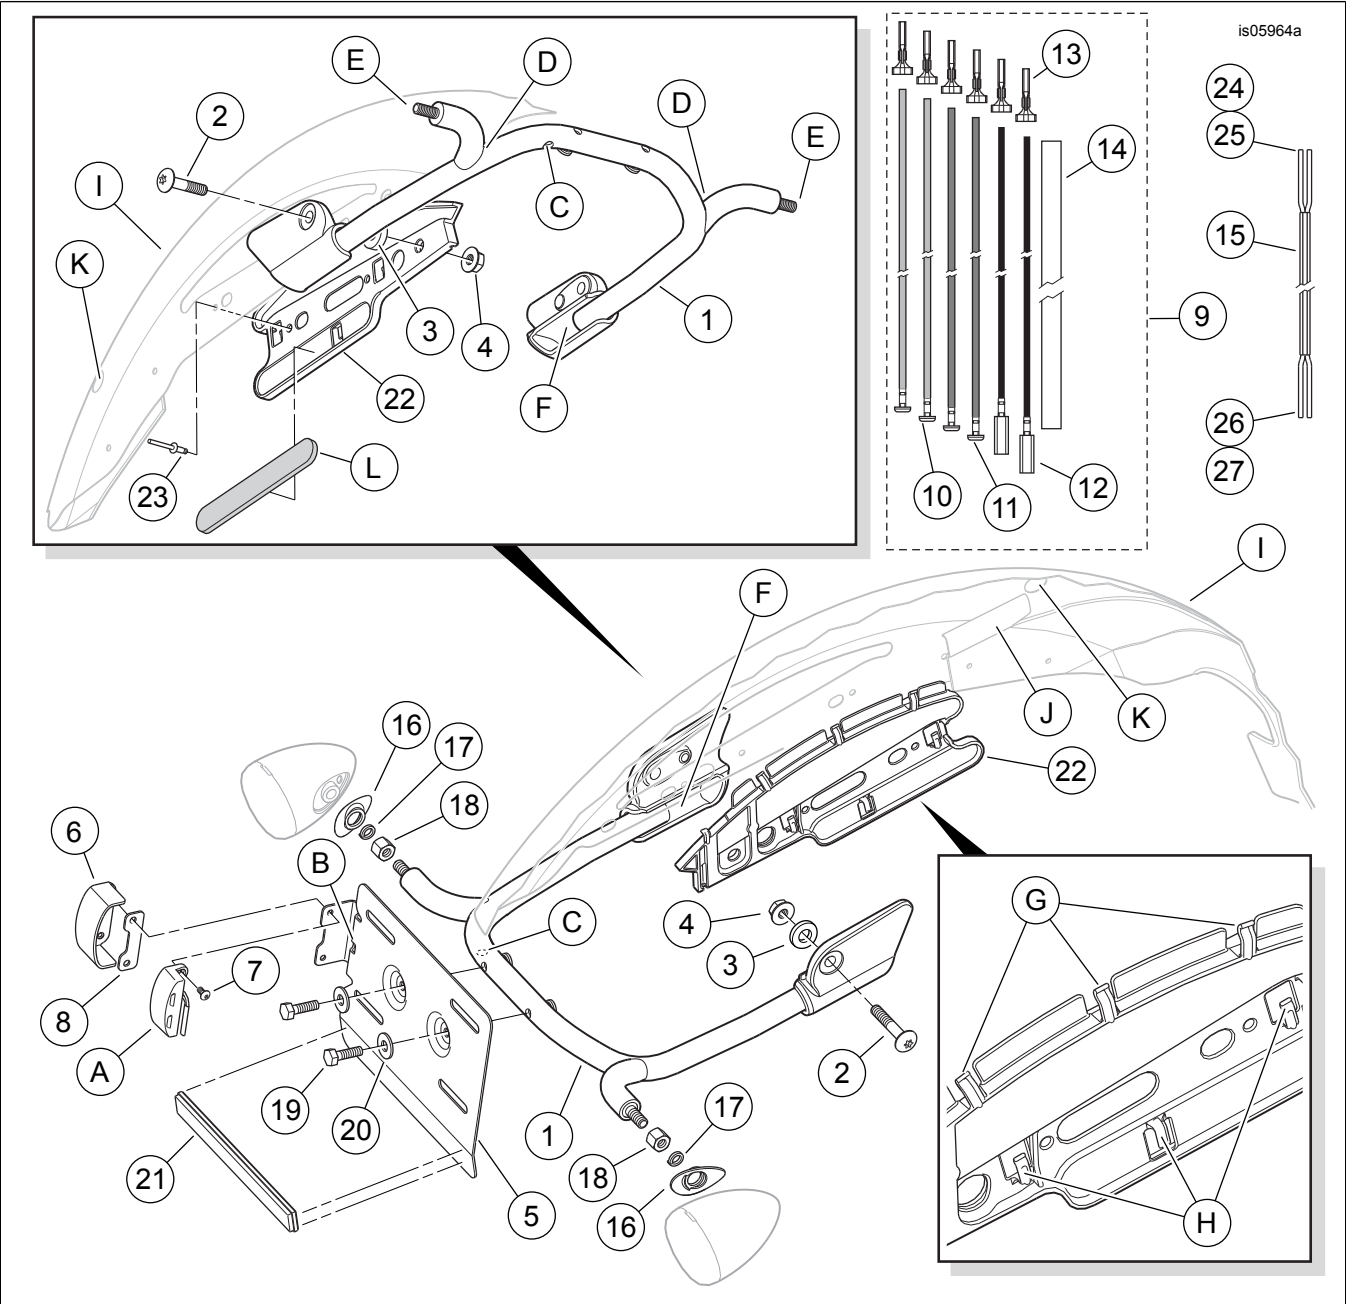

Figure 5. Pièces détachées, kit de repositionnement de plaque d'immatriculation et de feu arrière/de stop/de direction arrière XL
3. Voir Figure 5. Guider le fil et le conduit dans le trou (C) du tube d'ensemble soudé de repositionnement STT (1) et pousser les fils au-delà du joint en Y (D) sur le côté gauche du tube.
4. Prendre trois fils à terminaison **neufs** du kit, un noir (12), un violet (11) et un bleu (10).
5. Introduire l'**extrémité sans terminaison** d'un fil dans le goujon fileté gauche (E) sur l'ensemble soudé de repositionnement STT. Guider le fil dans le tube et pousser les fils au-delà du joint en Y.
7. Introduire l'**extrémité sans terminaison** du troisième fil dans le goujon fileté, en favorisant l'intérieur de la courbure. Guider tous les fils et le conduit dans le tube jusqu'à ce que l'extrémité du premier fil sorte par l'ouverture avant gauche (F) du tube. Continuer à tirer et à pousser les fils jusqu'à ce que toutes les extrémités isolées soient exposées.
8. Tirer le conduit de fils d'éclairage de plaque d'immatriculation dans le tube jusqu'à ce qu'il soit tendu au niveau du support de plaque d'immatriculation. Le relâcher légèrement pour réduire la tension des fils. Utiliser un serre-câbles (non fourni) pour attacher le conduit de fils d'éclairage de plaque d'immatriculation à l'ensemble soudé de repositionnement STT près du trou (C).
14. Insérer les fils du goujon fileté de gauche sur l'ensemble soudé de repositionnement STT par le trou **fileté** (9) dans le boîtier d'ampoule (1) et le centre du joint en caoutchouc (4).
16. Introduire la borne du **nouveau** fil noir (10) dans la cavité à l'arrière du réflecteur (5) jusqu'à ce qu'elle se mette en place avec un déclic. Acheminer le fil bleu (12) et le fil violet (11) dans le centre du réflecteur (5) et le ressort (7) et introduire les bornes à bouton dans les fentes et les cavités correctes de la douille d'ampoule (6) du réflecteur.
18. Voir Figure 5. Prendre le tubage protecteur (14) du kit et le couper en deux morceaux de même longueur.
- Voir l'encadré supérieur Figure 5. Prendre le support de montage de réflecteur gauche (22) et les rivets borgnes (23) du kit. Placer le support à gauche et à l'intérieur du garde-boue en alignant les trous de montage aux trous du garde-boue correspondant aux rivets percés. Se reporter au support similaire du côté droit.
- Prendre le réflecteur arrière (L) acheté séparément.
2. Voir Figure 5. Prendre la rallonge de faisceau d'éclairage de plaque d'immatriculation (15), les prises mâles (24) et (25) et les prises femelles (26) et (27) du kit. Sur les modèles de 2013 et plus anciens, raccorder les éléments (24) et (26) aux extrémités du faisceau de fils (15). Sur les modèles de 2014 et plus récents, raccorder les éléments (25) et (27) aux extrémités du faisceau de fils (15). Raccorder la prise mâle à la prise femelle de l'éclairage de plaque d'immatriculation.
3. Sur le côté gauche, acheminer le câblage d'éclairage de plaque d'immatriculation et le tubage protecteur dans les trois attaches **supérieures** (G) sur le support de réflecteur (22), derrière l'attache large en plastique (J) sur la rallonge de garde-boue arrière en plastique (bavette garde-boue) vers l'avant du garde-boue et hors du trou de traversée de fil (K) dans le garde-boue.
4. De chaque côté, acheminer les fils STT et le tubage protecteur dans les attaches **inférieures** (H) sur le support de réflecteur, derrière l'attache large en plastique et hors du trou de traversée de fil.
6. Prendre les six bornes femelles (13) du kit et les prises femelles à quatre voies retirées des fils d'origine.